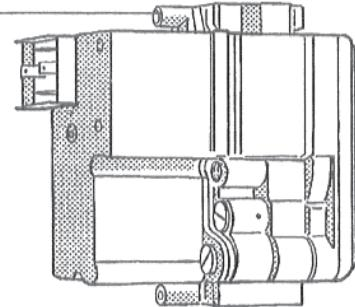
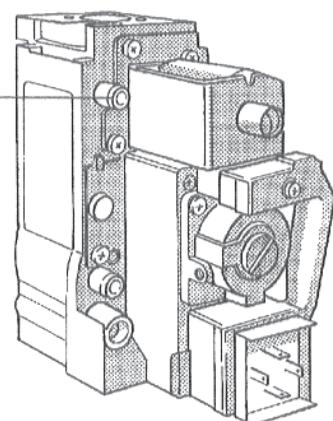

Рис. 19: Арматура газовой горелки "ВМ" 762-012
Рис. 20: Арматура газовой горелки "Honeywell" VR 4601
- Ослабить резьбовую пробку контрольного ниппеля давления подключения на арматуре газовой горелки (Рис. 19 или Рис. 20) на два оборота.